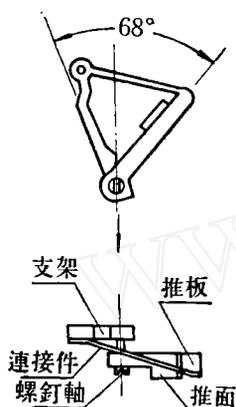

图 1
1. 将原仪器的推板附加一个支架，推板与支架成 68° 交角，一端同套于一个小螺钉轴上，可以绕轴活动，另一端则以一个连接件在推板与支架顶端用锡焊接起来（如图 1）。